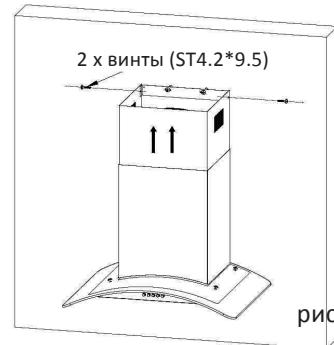

рис. 6
5. Прикрепите верхнюю часть декоративного короба воздуховода (рис. 6)